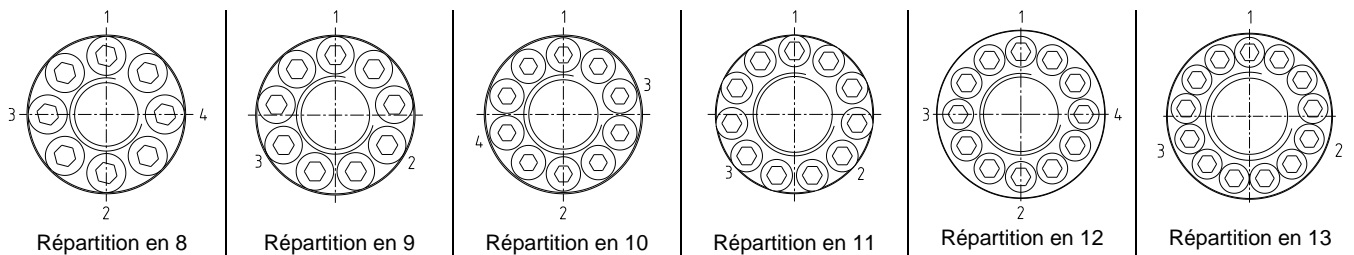

Fig. 6 : Serrage des vis de pression
- Serrer à la main les vis de serrage marquées sur la figure 6.
- Serrer les vis (figure 6) à la moitié du couple de serrage du tableau 2, puis au maximal du tableau 2.